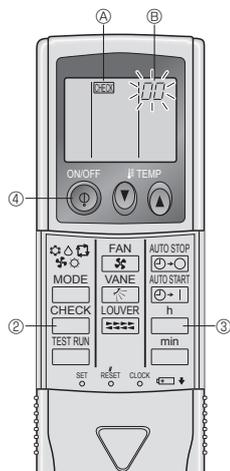

Fig. 7-6
7.3.2. Voor de draadloze afstandsbediening (Fig. 7-6)